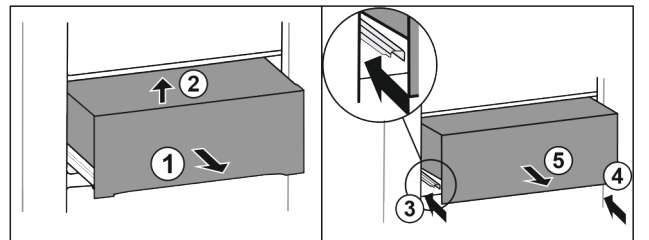

Fig. 36
- ▶ Estrarre il cassetto a metà. Fig. 36 (1)
- ▶ Sollevare il cassetto dal davanti. Fig. 36 (2)
- ▶ Inserire la guida sinistra. Fig. 36 (3)
- ▶ Inserire la guida destra. Fig. 36 (4)
- ▶ Rimuovere il cassetto tirandolo in avanti. Fig. 36 (5)